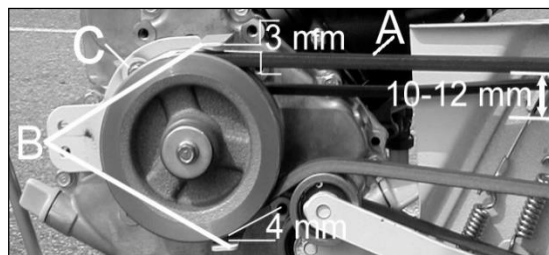

Figura 22
- Premere la cinghia con il dito in posizione mediana tra le 2 pulegge (A, Figura 22). La cinghia deve flettere di circa 10 ~ 12 mm. In caso contrario, registrare la tensione della cinghia